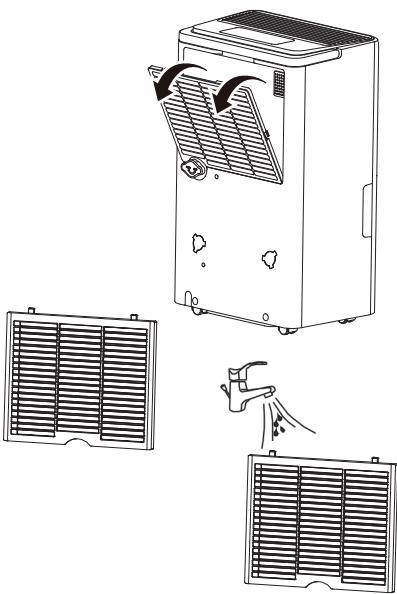

Рис. 5
- 8. Чистка фильтра (Рис. 5).** Достаньте фильтр, промойте его в мыльной воде, прополосните в чистой воде, высушите и вставьте на место. В среднем, необходимо проводить чистку фильтров не реже чем раз в две недели при постоянном использовании. иначе производительность прибора может снизиться.